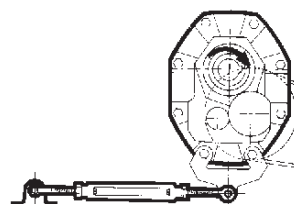

fig. 5a
- zona A, para rotação no sentido horário (fig. 5a).